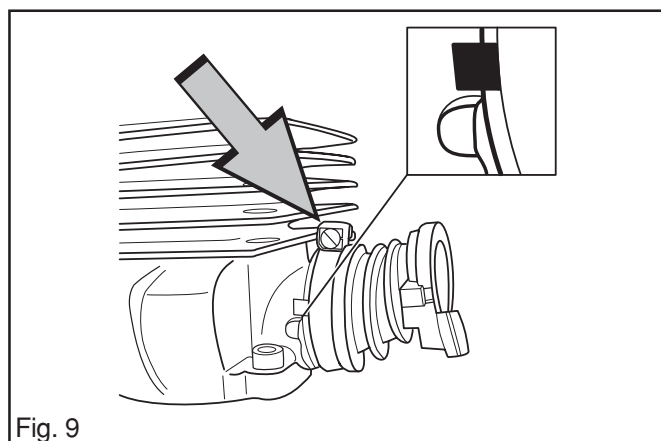

Fig. 9
3. Monter le tuyau d'aspiration sur le cylindre. La vis de la fixation doit être vers le haut. Voir la fig. 9.